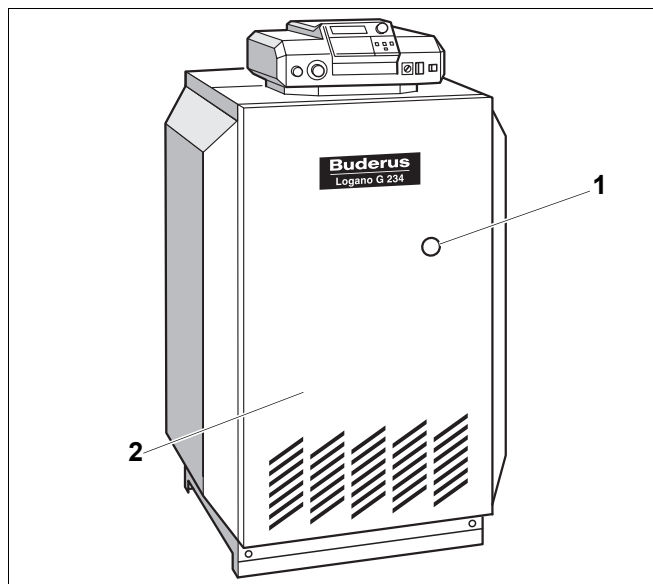

Fig. 51 Înlăturarea deranjamentelor arzătorului
În cazul producerii unei defecțiuni a arzătorului se aprinde led-ul de avarii de pe butonul de resetare (Fig. 51, **Poz. 1**) a cazanului de încălzire.
Puteți activa butonul de resetare de pe arzător prin orificiul (Fig. 51, **Poz. 1**) aflat în peretele frontal al (Fig. 51, **Poz. 2**) cazanului. Nu trebuie să demontați peretele frontal al cazanului.
- Apăsăți butonul de resetare (Fig. 51, **Poz. 1**) de pe arzător.